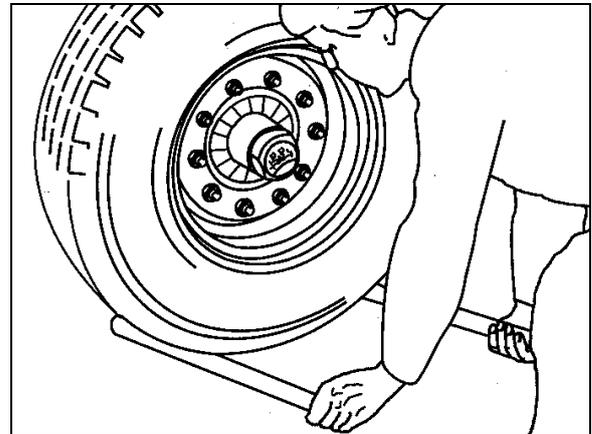

Fig. 84
1. Pour vérifier le jeu de paliers des moyeux de roues, relever les essieux jusqu'à ce que les pneumatiques soient libérés (Fig. 84).